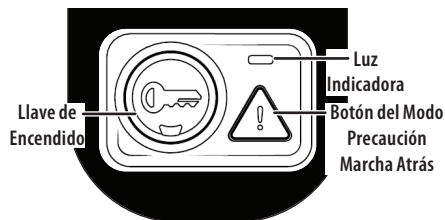

Figura 27
- Mantenga presionado el botón MODO PRECAUCIÓN MARCHA ATRÁS durante 3 segundos. La luz indicadora parpadeará durante 3 segundos y permanecerá encendida cuando se active el MODO PRECAUCIÓN MARCHA ATRÁS (Figura 27).
- La luz indicadora ubicada encima del MODO PRECAUCIÓN MARCHA ATRÁS estará ENCENDIDA mientras este modo esté activado (Figura 27).